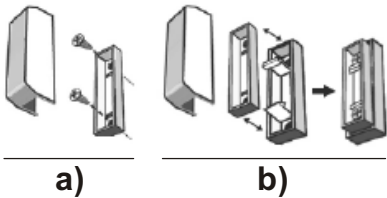

Fig. 2 ① - Installazione del magnete:
4. Fissare il magnete a 1,27 cm al massimo dal KMC30, tramite le viti fornite. Se necessario, usare i distanziatori in dotazione (Fig. 2).
4. Mount the magnet a maximum of 1/2" (1.27 cm) from the KMC30 using the screws provided. If necessary use the spacers provided (see Fig. 2).